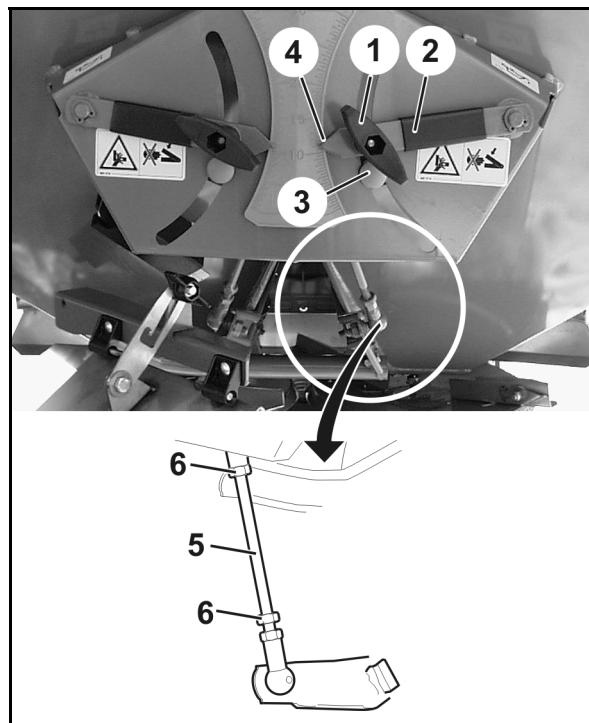

Fig. 98
Skjer ikke dette, må stopperens posisjon (Fig. 98/3) forandres tilsvarende ved å dreie på forbindesesstengene (Fig. 98/5):
6. Løsne kontramutteren (Fig. 98/6) på forbindesesstengene (Fig. 98/5).
7. Dreie forbindesesstangen helt til stopperen (Fig. 98/3) ligger inntil stillspaken (Fig. 98/2).